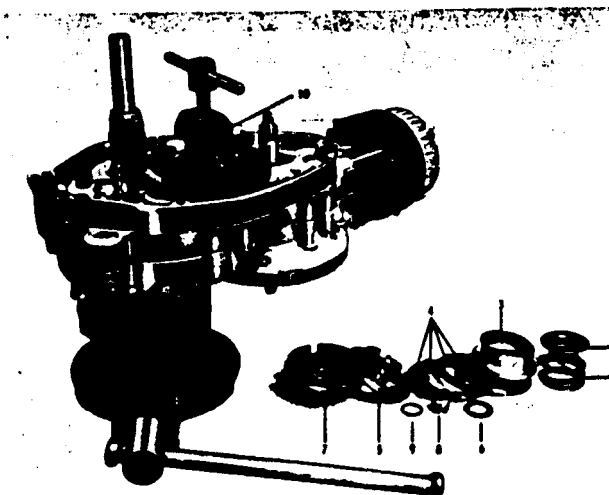

Fig. 31. Montage koppeling
Vulring met grootste dikte en kleinste diameter (uitwendig) (fig. 31/9) over de kruktaf plaatsen, evenals de geoliede bronzen lagerbus. Deze met zoekrand naar buiten (fig. 31/8).
- 2 Koppelingshuis (fig. 31/7), vulring met grote buitendiameter en geringe dikte (fig. 31/6), en de koppelingsnaaf (fig. 31/5) op de kruktaf schuiven. Hierbij opletten dat de vulring niet tussen het huis en de naaf klem komt te zitten, daar anders de koppeling niet meer werkt.
- 3 Nu om de andere een beklede en onbekte koppelingsplaat inleggen (fig. 31/4) en de veerkorf (fig. 31/3), koppelingsdrukveer (fig. 31/2) en de veerschotel (fig. 31/1) plaatsen.